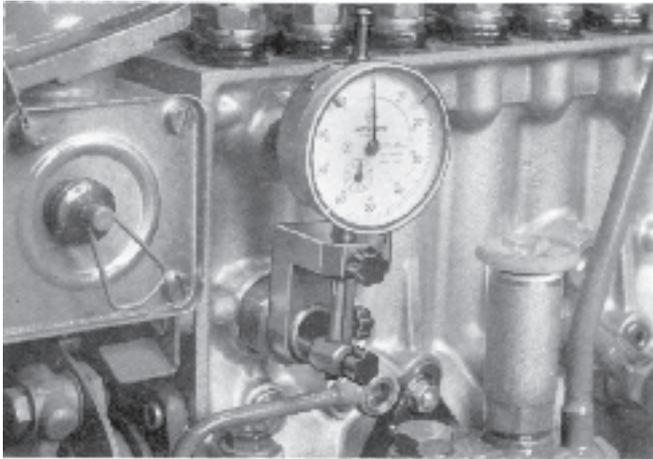
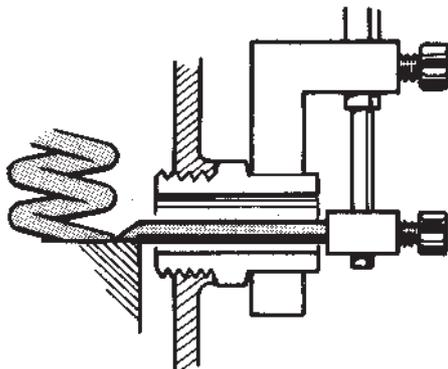

Fig. 133. Emplacement de la fixation du comparateur à cadran
Fig. 134. Emplacement de la pointe de mesure pour l'outil 6770
9. Monter la fixation avec le comparateur à cadran et la pointe de mesure sur la douille fileté (figure 133). Tourner la pointe de mesure comme le montre la figure 134 et la soulever pour qu'elle vienne contre le poussoir.